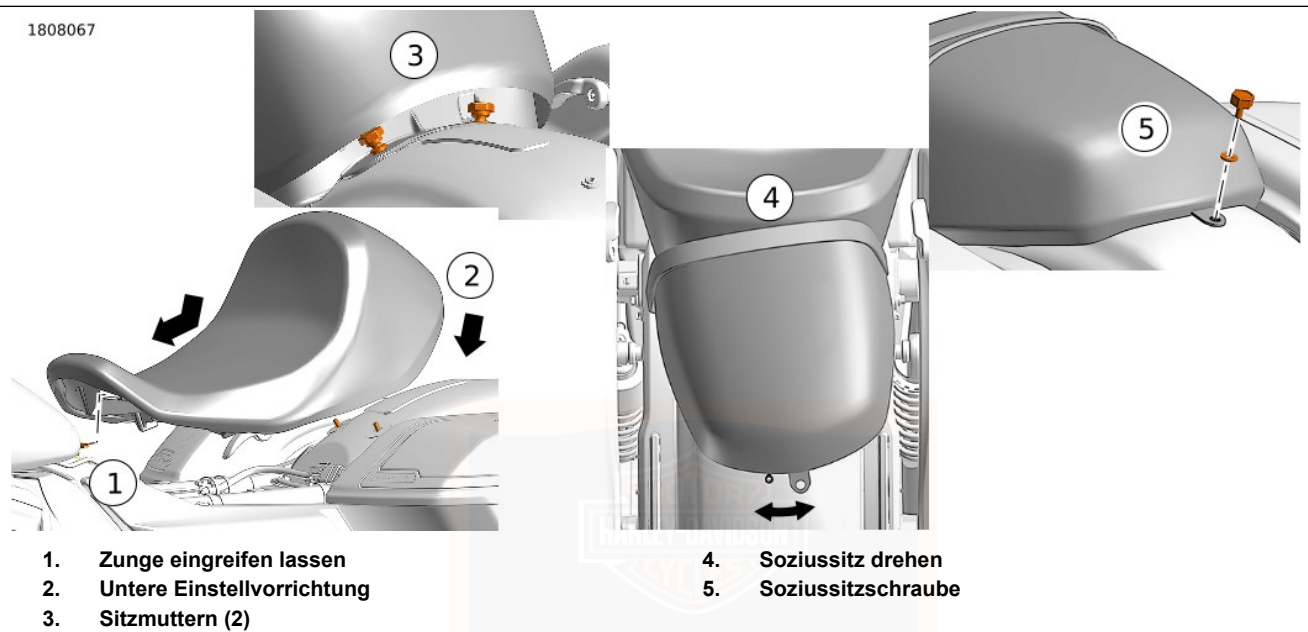

Abbildung 125. Fahrer- und Soziussitz
1. Siehe Abbildung 125. Den Sitz nach vorne schieben, bis die Zunge am Rahmen in den Schlitz im Sitz (1) einrastet. Den hinteren Teil des Sitzes auf die Sitzbefestigungsbolzen (2) absenken.
2. Die Sitzmutter (3) einbauen. Festziehen. 0,9–1,7 N·m (8,0–15,0 **in-lbs**)